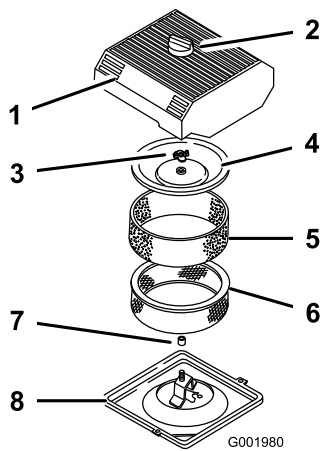

Figure 43
3. Nettoyez la surface autour du filtre à air pour éviter que des impuretés n'endommagent le moteur en tombant à l'intérieur (Figure 43).
- Desserrez le bouton sur le couvercle du filtre à air et déposez le couvercle (Figure 43).
- Sortez délicatement l'élément en mousse de l'élément en papier (Figure 43).
- Dévissez l'écrou du couvercle et enlevez le couvercle et l'élément en papier (Figure 43).
- Glissez délicatement l'élément en mousse sur l'élément en papier (Figure 43).
3. Vissez l'écrou à la main contre le couvercle (Figure 43).
4. Remettez en place le couvercle du filtre à air et le bouton (Figure 43).